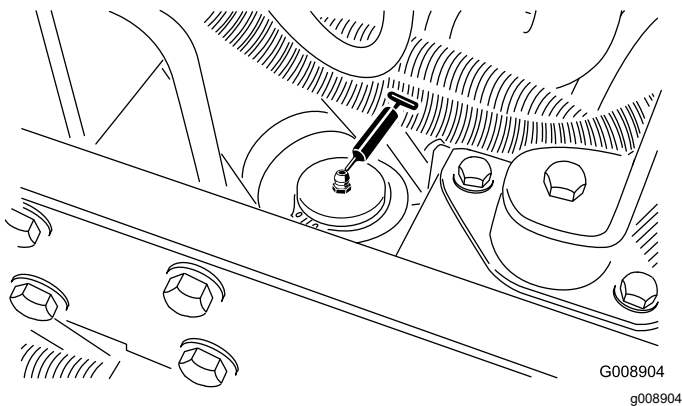

Figure 52
- Vérin de direction (Figure 52)